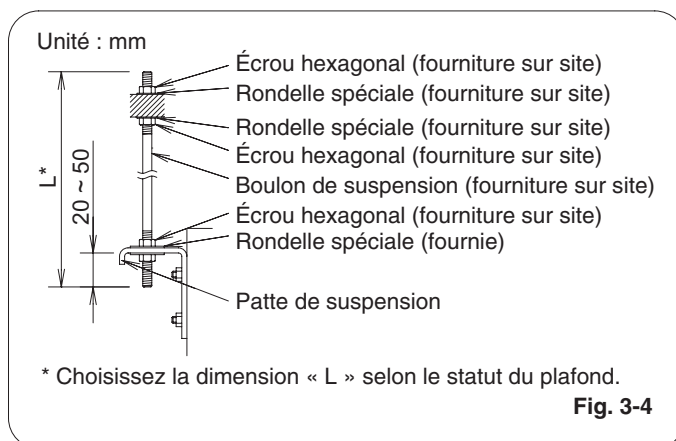

Fig. 3-4
- (3) Suspendez et fixez l'unité intérieure avec les 2 écrous hexagonaux (fourniture sur site) et les rondelles spéciales (fournies avec l'unité) de la manière indiquée en Fig. 3-4.